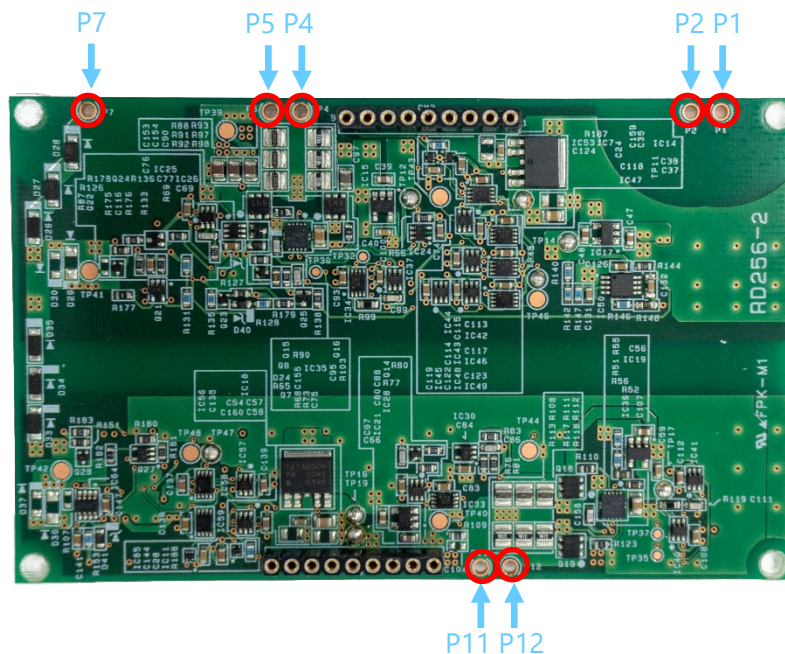

図 4.2 基板表面スルーホール配置
- ・ 本デザインを SiC MOSFET モジュール上に載せ、7つの信号端子が本デザインのスルーホールに嵌合するか確認してください (図 4.2 赤丸参照)。